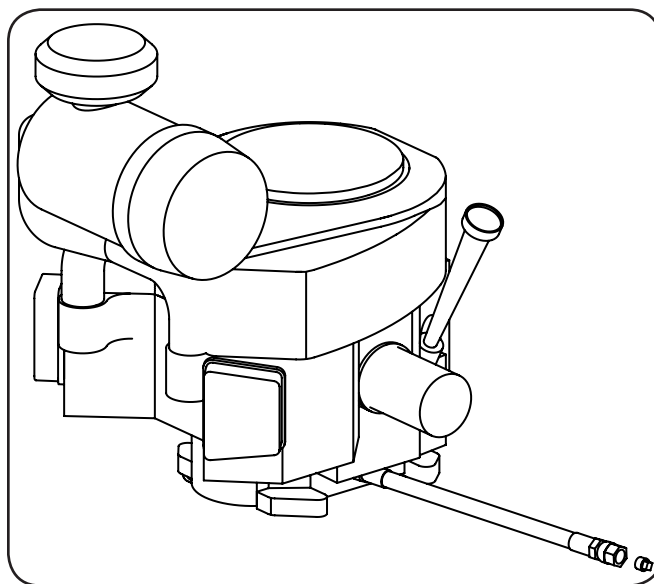

Figure 6-1
2. Repérez le boyau de vidange d'huile sur le moteur. Voir Figure 6-1.
5. Tenez l'extrémité libre du boyau de vidange d'huile au-dessus du récipient, puis dévissez le bouchon à tête carrée du boyau. Voir Figure 6-1. Vidangez l'huile du moteur dans le récipient.